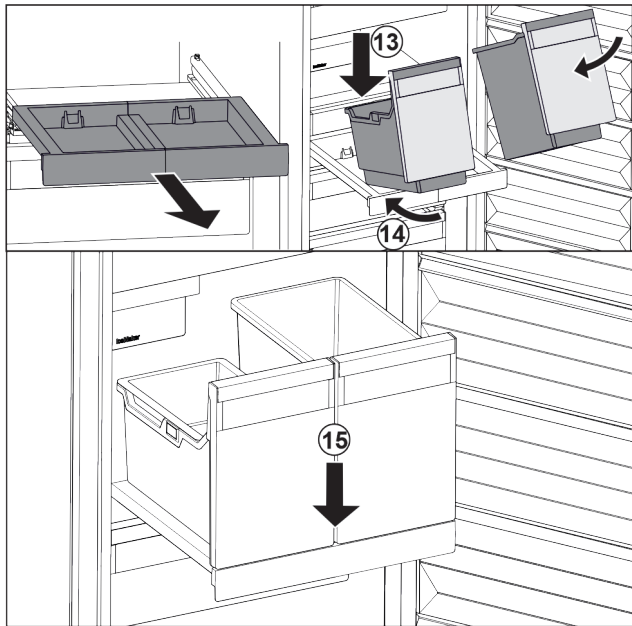

Fig. 39
- ▶ Behälter schräg auf das Auszugsbord aufsetzen. Fig. 39 (13)
- ▶ Behälter schräg nach hinten einschieben. Fig. 39 (14)
- ▶ Behälter vorne absetzen. Fig. 39 (15)